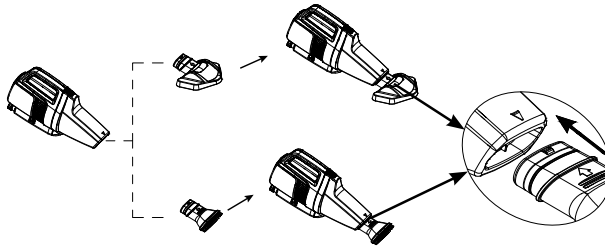

Abb. 4
3. Abhängig von dem Verschmutzungsgrad verwenden Sie das passende Zubehör. Siehe Abb. 4. **Hinweis:** Stellen Sie sicher, dass der Pfeil auf der Saugkörperabdeckung (3) mit dem Pfeil auf dem Saugbürstenkopf (4) oder der Saugdüse (5) übereinstimmt.